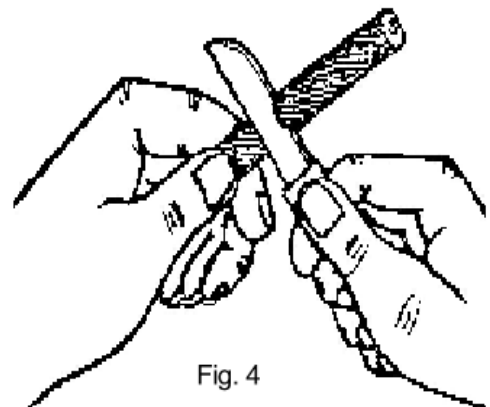

Fig. 4
- b) Desencape as pontas a partir das marcas até retirar toda a capa isolante (Fig.4).